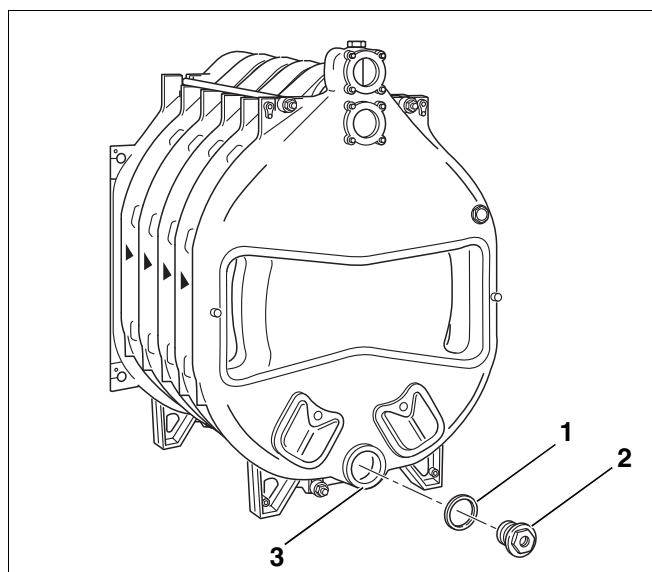

Fig. 21 Montaggio – Flangia
- ▶ Chiudere il mozzo inferiore (fig. 21, [3]) dal davanti e da dietro. Per farlo, mettere la corrispondente guarnizione (fig. 21, [1]) sui rispettivi mozzi ed avvitare a tenuta ermetica i corrispondenti tappi di chiusura. Il tappo di chiusura con il foro filettato $\frac{3}{4}$ " per l'allacciamento per il carico e lo scarico (fig. 21, [2]) è montato sul lato posteriore della caldaia.